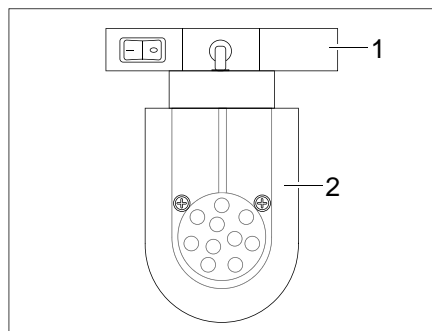

Bild 142 LED-Spotleuchte (Beispiel)
- Halterung (Bild 142,1) fassen und um 90° drehen.
- LED-Spotleuchte (Bild 142,2) aus Schienensystem entnehmen.
- LED-Spotleuchte (Bild 142,2) an gewünschter Position in das Schienensystem einsetzen und um 90° drehen.